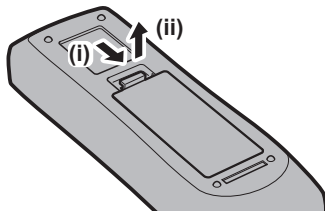

Fig. 1
1) **Aprire il coperchio.** (Fig. 1)